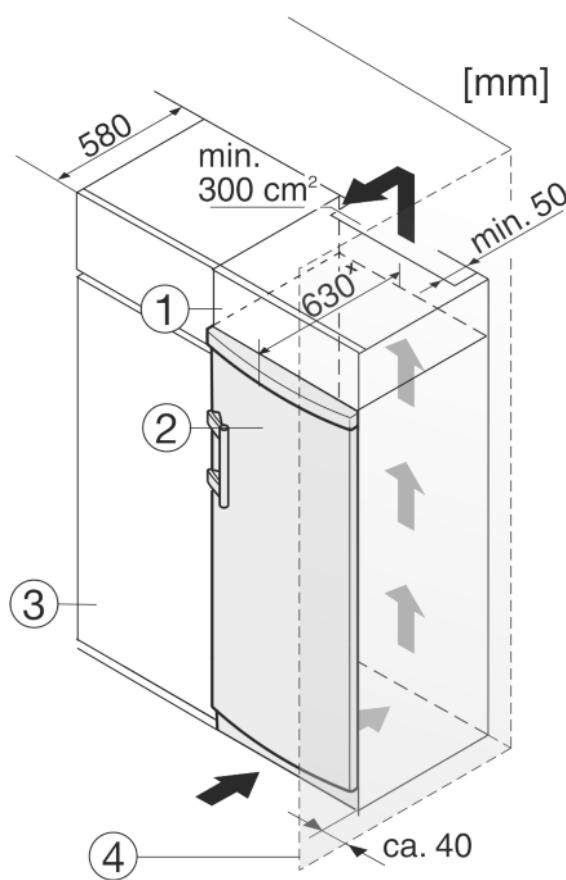

Fig. 9
- (1) Шафа для встановлення на пристрій
- (2) Пристрій
- (3) Кухонна шафа
- (4) Стінка
Пристрій можна комбінувати з кухонними шафами. Для того, щоб пристрій Fig. 9 (2) вирівняти по висоті кухонної секції, на пристрій можна встановити антресольну секцію Fig. 9 (1).
У разі комбінування з кухонними шафами (максимальна глибина 580 мм) пристрій можна встановлювати безпосередньо поряд із кухонною шафою Fig. 9 (3). Пристрій виступає збоку на 34 мм* і посередині на 50 мм* відносно передньої панелі кухонної шафи.
Якщо пристрій встановлюється поряд зі стінкою *Fig. 9 (4)*, відстань між пристроєм та стінкою повинна бути не менше 40 мм. Це відповідає необхідній відстані для ручки після відкриття дверцят.